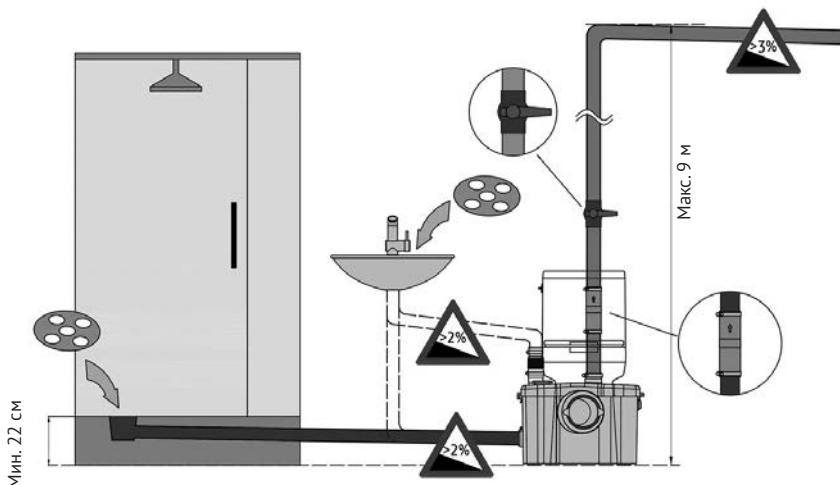

Рисунок 4 – подключение сантехнических приборов и напорного трубопровода к КНС
Диаметр канализационных труб, использующихся для отвода стоков от сантехнических приборов, должен быть не менее диаметра боковых входов (40 мм). Горизонтальные участки труб в сторону насосной станции должны иметь уклон не менее 2 %. При присоединении к станции душевой кабины, расстояние от сливного отверстия поддона кабинки до поверхности, на которой установлена станция, должно быть не менее 22 см (см. рисунок 4).
Рекомендуется выполнять соединения на трубопроводе неразъемными, что повысит надежность системы. Важно также предусмотреть шаровой запорный кран на напорном трубопроводе, чтобы упростить процесс обслуживания и демонтажа КНС (см. рисунок 4).
- горизонтальные участки должны иметь уклон не менее 2 %, т.е. на каждый метр по горизонтали трубы поднимается на 2 см по вертикали (см. рисунок 4);